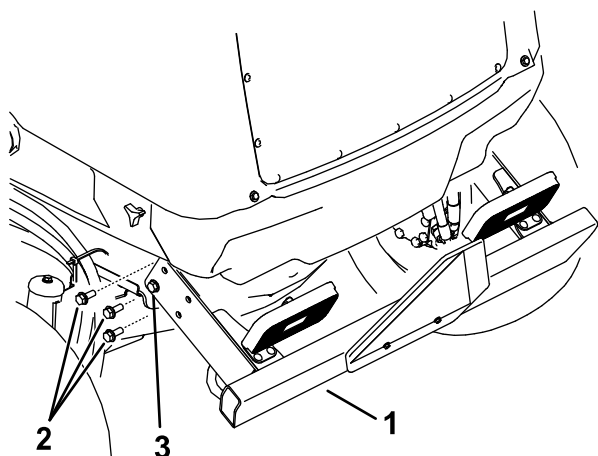

Bild 100
2. Entfernen Sie die drei Bundkopfschrauben von jeder Seite der hinteren Stoßstange, wie in Bild 100 abgebildet.
6. Heben Sie die hintere Stoßstange in die richtige Stellung an und setzen Sie die Bundkopfschrauben ein. Ziehen Sie alle Bundkopfschrauben an, mit denen die hintere Stoßstange am Rahmen befestigt ist (Bild 100).